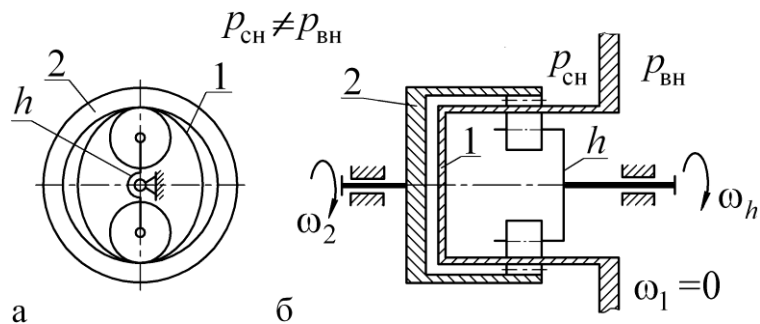

Рис. 4.14. Волновая передача
Волновая передача на рис. 4.14 представляет собой цилиндрическую передачу внутреннего зацепления, в которой гибкое колесо 1 деформируется *генератором волн h* и входит в зацепление с центральным *жестким колесом 2* в двух зонах. В процессе вращения *генератора волн* зоны зацепления жесткого и гибкого колес перемещаются. По гибкому колесу бежит волна деформации. Отсюда и название передачи – *волновая*.
- возможность обеспечивать абсолютную герметизацию при передаче движения из одной среды в другую (на рис. 4.14, б давления сред снаружи и внутри различны, $p_{сн} \neq p_{вн}$) без применения уплотнения вращающихся деталей¹.